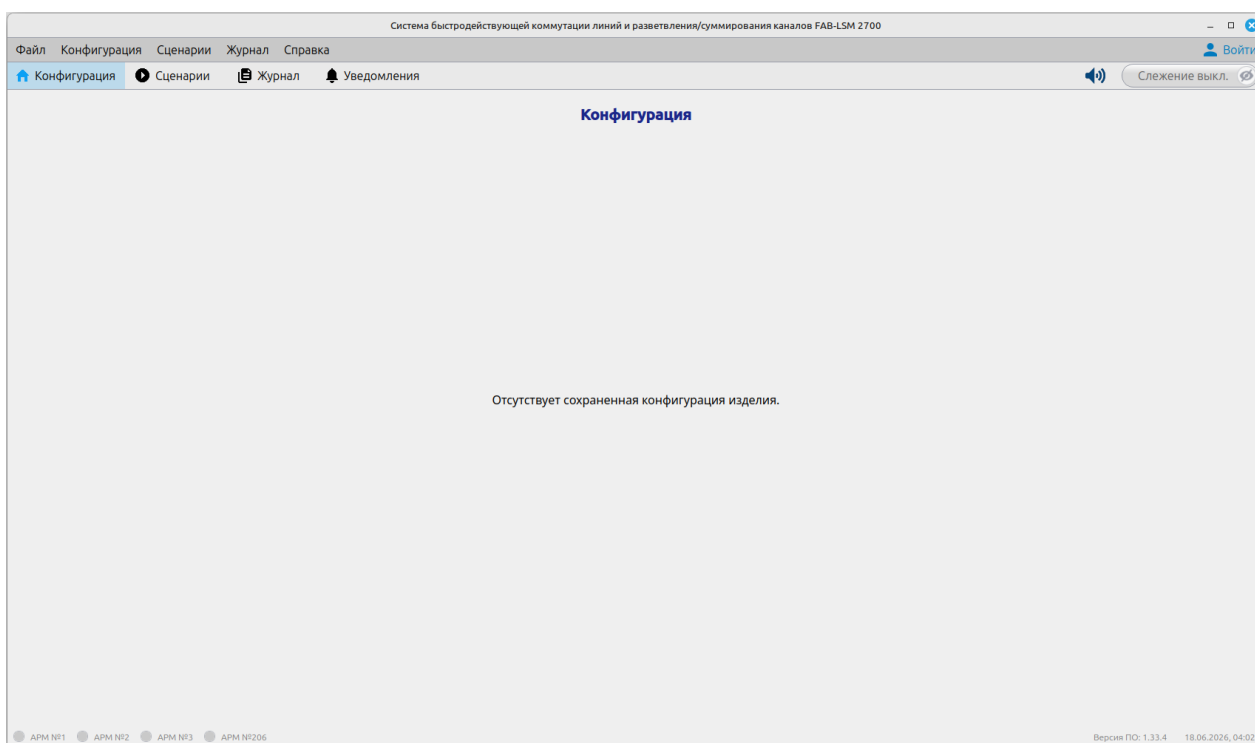

Рисунок 11 – Основное окно ПО АРМ СБКЛ-РСК 2700 при первом запуске
1.4.5.3.1 При первом запуске ПО (без сохраненной конфигурации), пользователь увидит основное окно программы с открытой главной вкладкой «Конфигурация» (Рисунок 11).